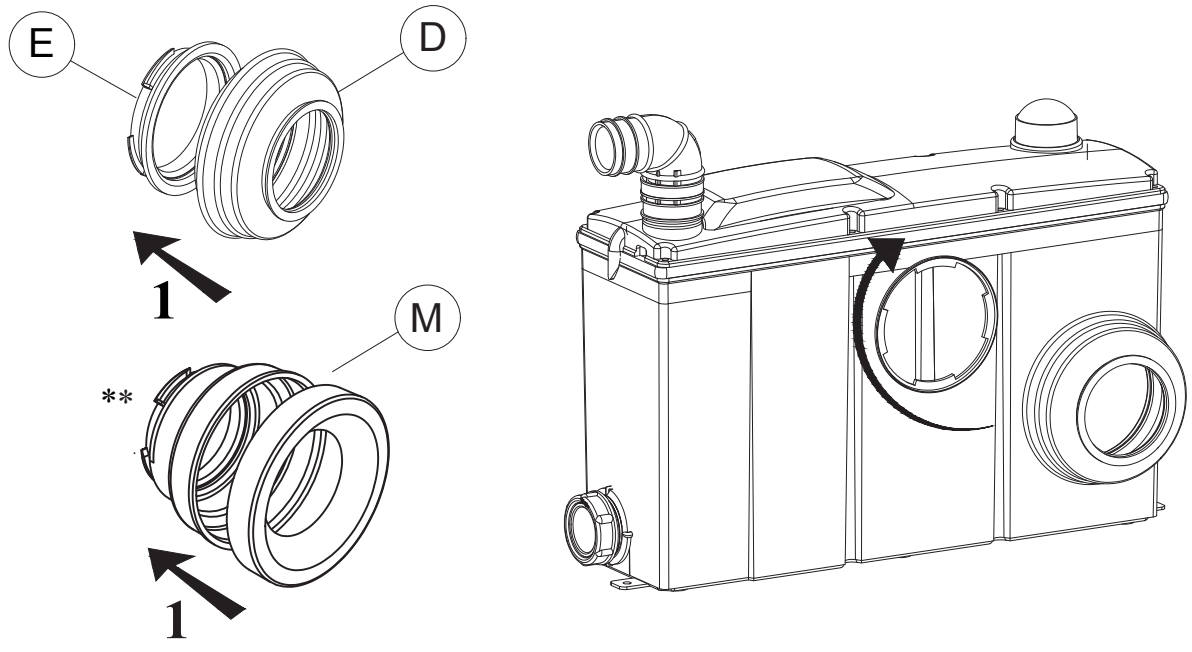

Fig. 10
- Fixer les pattes (F), avec les vis (G) dans l'appareil : fig. 10